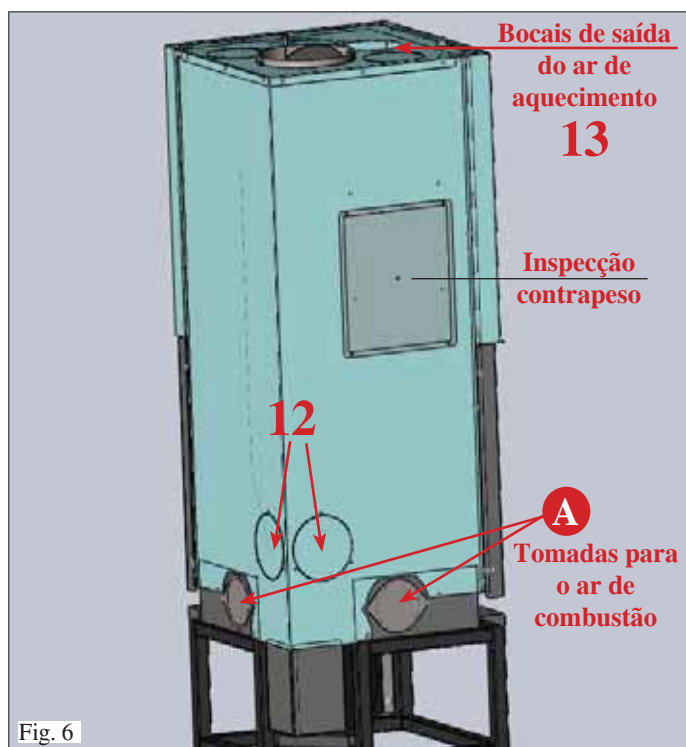
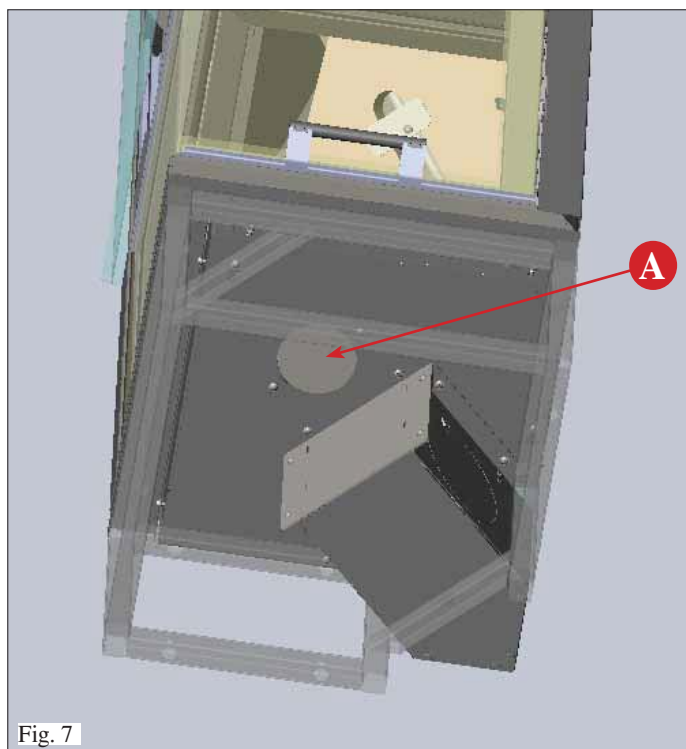

Fig. 6
Fig. 7
Para que a lareira possa funcionar correctamente é necessário que o ar de combustão chegue até a mesma através de uma tubagem que liga o ambiente exterior a uma das tomadas específicas (A) instaladas nas partes laterais (fig. 6) e inferior (fig. 7). Para fixar esta tubagem, deve ser aplicada à tomada a ser utilizada uma junção com um diâmetro de 10 cm (10 - fig. 8). A tubagem deve manter uma secção útil de passagem de pelo menos 125 cm² ao longo de todo o seu curso.